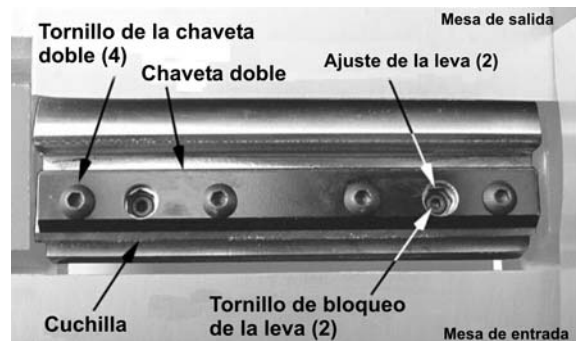

Figura 25
8. Usando una llave allen de 8 mm, ajuste la leva (vea la Figura 25). Este ajuste es muy sensible. Inicie girando la leva en un sentido antihorario solo unos pocos grados.